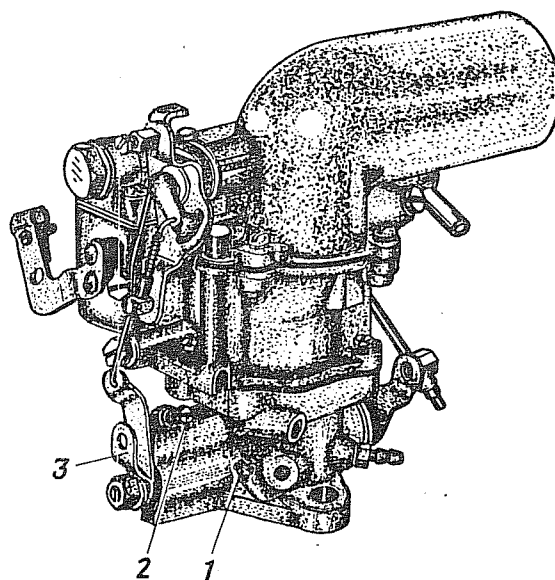

Рис. 49. Карбюратор К-127:
- 3.1. Вывернуть винт 2 (рис. 49) регулировки количества смеси, ввернуть винт так, чтобы он коснулся рычага 3 оси дроссельной заслонки в ее закрытом до упора положении, и из этого положения ввернуть винт еще на 2—2,5 оборота (отвертка 150×0,5).